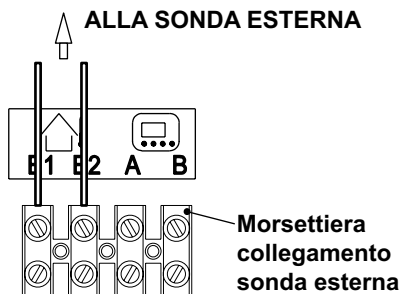

Figura 5.30
- Collegare ai morsetti **E1** e **E2** della morsettiera i due conduttori elettrici come indicato in Figura 5.30.